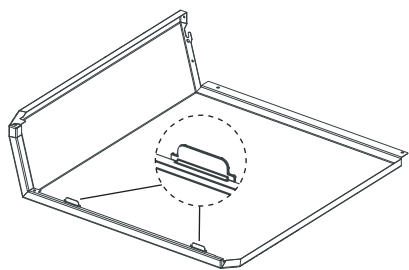

Fig. 116 Piegate entrambe le linguette
- Piegate lateralmente 2 linguette – Fig. 116.